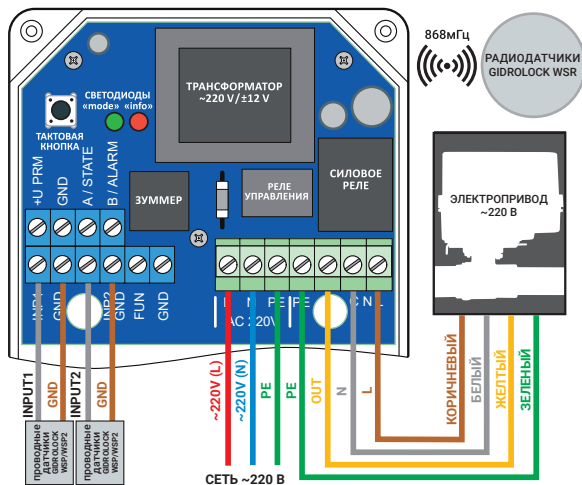

Рис. 2. Схема подключения электропривода GIDROLOCK на напряжение питания 220 В и проводных датчиков протечки воды GIDROLOCK WSP или WSP2.
**5.1 Кабель питания** подключается к клеммам: **L** – фаза 220 В; **N** – нейтральный проводник (рис. 2).
**5.3 Электропривод GIDROLOCK** с напряжением питания 220В подключается к блоку управления согласно схеме, приведенной на рис. 2. Для подключения большого количества электроприводов возможно использовать дополнительные клеммные блоки и монтажные коробки.